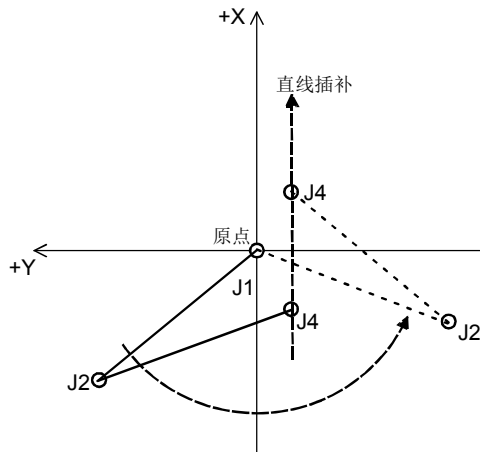

图 4-31: 原点附近的直线插补通过 (示例)
(1) 保持控制点的速度以直线插补进行动作的情况下，如图 4-31 所示想要通过原点 (机器人的特异点之一) 附近时，则 J1 轴必须进行高速旋转，根据指定的速度，有时会发生超速错误，但执行 SpdOpt On 后，即自动调整速度使得不会发生错误。